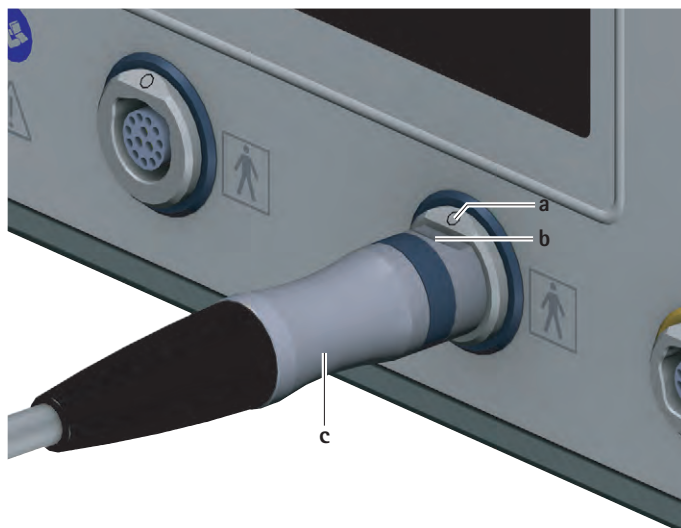

Fig. 3 Tilslutning af motorkabel
- ▶ Vend stikket til styreenheden c på motorkablet således, at markeringen b på stikket stemmer overens med markeringen a på tilslutningen til anvendelsesdelen 7, se Fig. 3.
- ▶ Træk motorkablet via stikket til styreenheden **c** ud af tilslutningen til anvendelsesdele **7**, se Fig. 3.